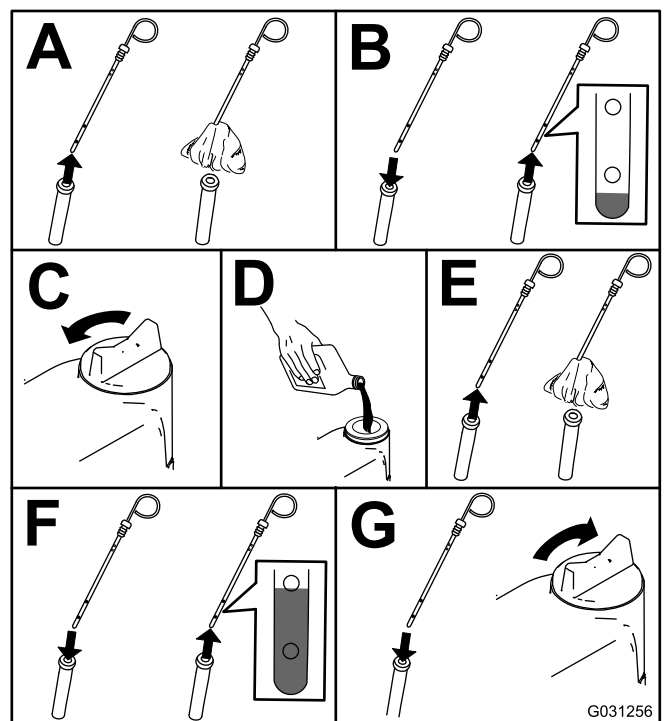

Figura 53
2. Compruebe el nivel de aceite del motor; consulte Figura 53.